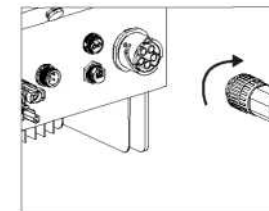

Figura 5.24 Conector ca al inversor
C) Conecte el conector de ca a inversor, luego apriete el conector de ca en el sentido de las agujas del reloj (vea la figura 5.24), hasta que escuche un ligero clic que indica que la conexión se realizó correctamente.